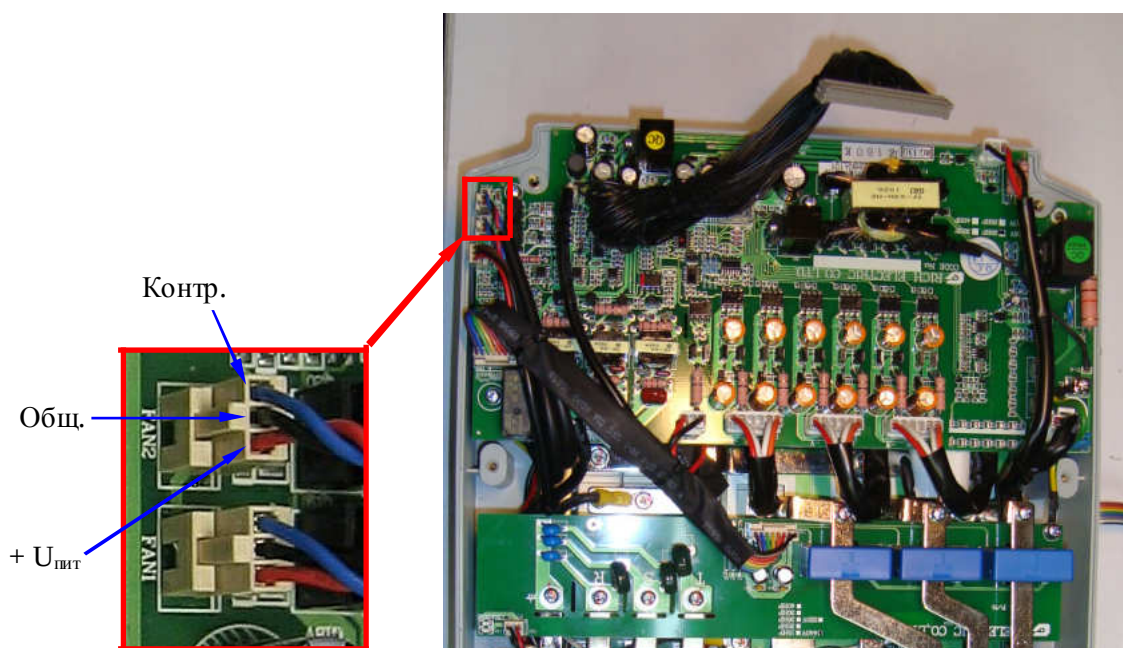

Рис. 4.22. Диагностика вентиляторов.
4.10.3. Отсоединить разъем вентилятора от платы драйверов и проверить его вращение, подав напряжение ≈ 24 В от источника питания (п.3.4.3) на контакты +U_{пит} и Общ. (рис.4.22). При отсутствии вращения – вентилятор заменить (п. 5.3).
- 4.10.5. В случае появления сообщения об ошибке «ОН2» поочередно измерить напряжение на разъёмах FAN 1 и FAN 2 между выводами Общ. и Контр. (см. рис. 4.22). У исправного вентилятора напряжение при работе должно составлять менее 1 В. Если напряжение составляет 13...18 В - вентилятор неисправен, он подлежит замене (п. 5.3).